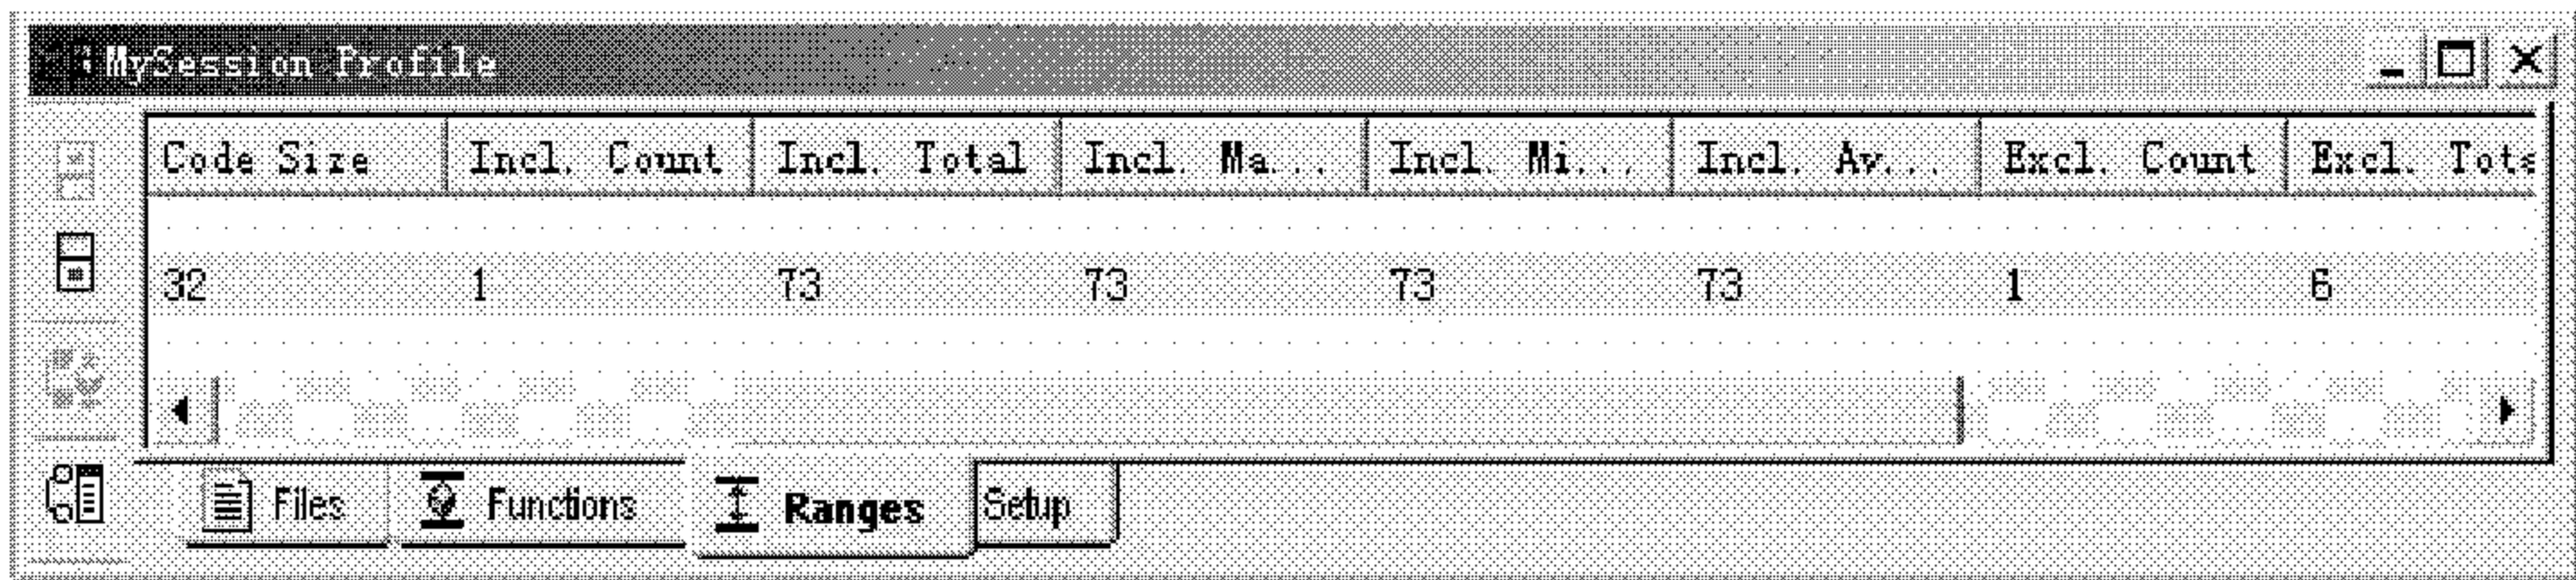

图 3.39 LOG_printf 函数的统计结果
(9) 运行加载在目标 DSP 中的可执行代码, 观察 profiler 窗中的统计结果, 如图 3.39 所示。与前面对 puts() 函数的统计结果比较, 可以看出 LOG_printf 函数的执行时间远远小于 puts() 函数, 从而说明了 DSP/BIOS API 函数只占用很少的 CPU 时间, 对应用程序的实时性影响很小。